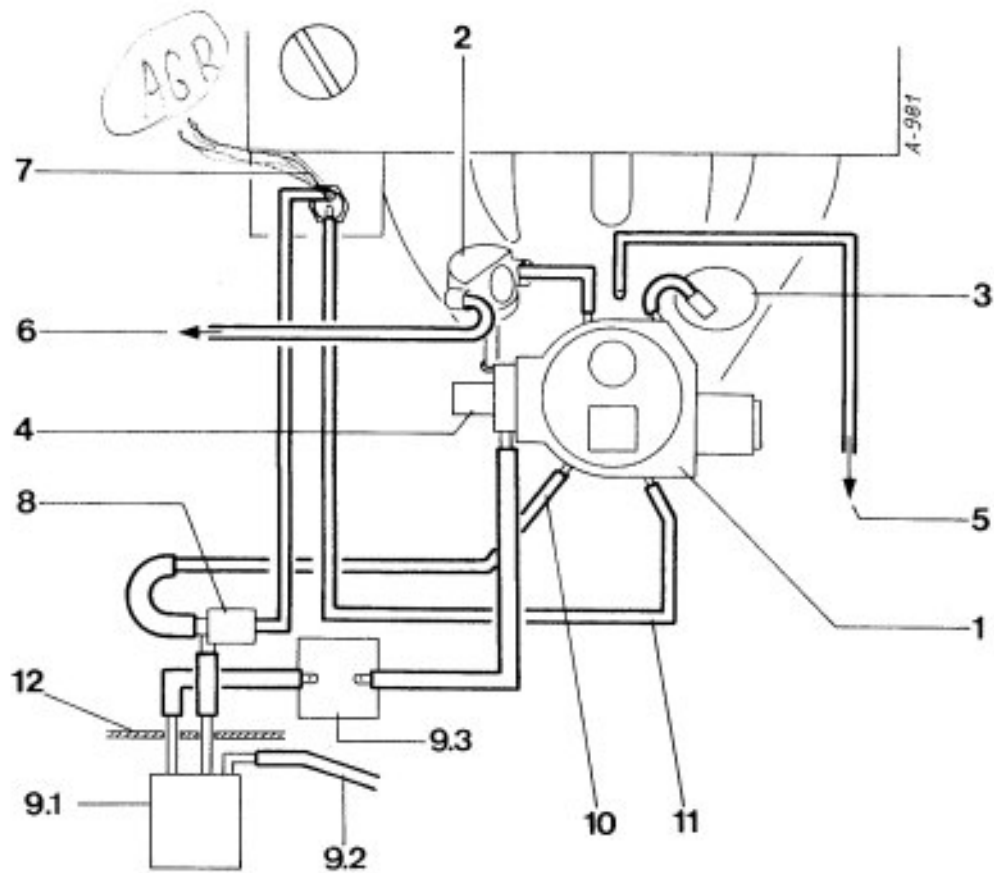

Bild 31a
14. ANSCHLUSSPLAN, Unterdruckleitungen mit Regeneriereinrichtung für Aktivkohlebehälter (Bild 31a)